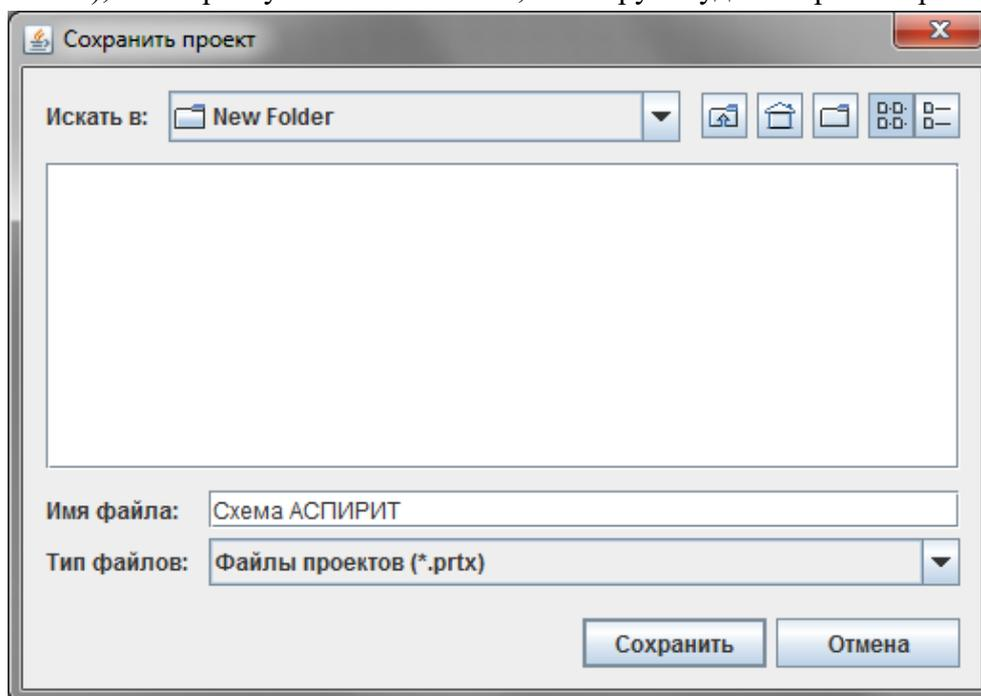

Рисунок 7 – Окно «Сохранить проект»
Поле **«Сохранить проект»** по умолчанию сохраняет файлы проекта в папку, в которой они были сохранены первоначально. Если проект сохраняется впервые, то появляется окно «Сохранить проект» (Рисунок 7 –), в котором указывается папка, в которую будет сохранен проект и имя проекта.
- убедиться что появилось окно «Сохранить проект» (Рисунок 7 –);